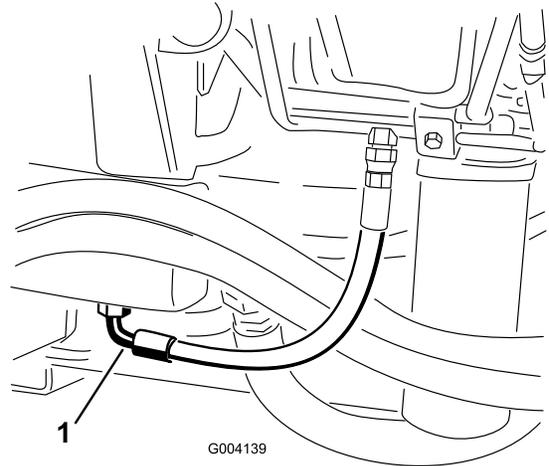

Bild 68
3. Stellen Sie eine große Auffangwanne unter das Anschlussstück, das unten am Hydraulikölbehälter befestigt ist (Bild 68).